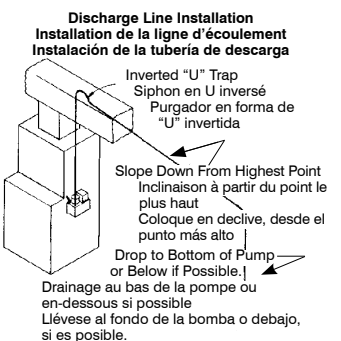

Fig. 3
2. La tubería de descarga debe ser una tubería flexible o tubos de un diámetro interno máximo de 3/18 de pulgada, para evitar un reflujos excesivo a la unidad. Desde la unidad de agua de condensación, extienda la tubería directamente hacia arriba, a la altura que sea necesaria. No tienda esta tubería por encima de la cabeza/GPH del modelo específico que se esté instalando. Desde esta altura, coloque la tubería de descarga en declive ligero, hasta un punto por encima del área de drenaje. Luego, vuélvala hacia abajo y tiéndala hasta un punto que se encuentre aproximadamente al mismo nivel del fondo de la unidad de agua de condensación o por debajo de éste. Esto producirá un efecto de sifón, que incrementará la eficiencia de la unidad de agua de condensación, y en la mayoría de los casos eliminará la necesidad de una válvula de retención. Si no es posible colocar en declive la tubería de descarga, haga un purgador en forma de "U" invertida, directamente sobre la bomba, en el punto más alto (Fig. 3).
2. The outlet piping should be flexible tubing or pipe (3/8" I.D. maximum to prevent excessive flow back to unit). From condensate unit, extend discharge piping straight up as high as necessary (Fig. 3). Do not extend this line above the head/GPH of the particular model being installed. From this high point, slope discharge line down slightly to a point above drain area; then turn down and extend to a point below or approximately level with the bottom of the condensate unit. This will give a syphoning effect which will improve efficiency of the condensate unit and will, in most cases, eliminate the need for a check valve. If it is not possible to slope discharge line down, make an inverted "U" trap directly above the pump at the highest point.
2. Le tuyau d'admission sera un tube souple (L.O. de 3/8 po maximum pour éviter le reflux vers l'appareil). À partir de l'unité d'extraction, étirer verticalement le tuyau d'écoulement jusqu'à la bonne hauteur. Ne pas l'étirer au dessus de la tête/GPH du modèle installé. De ce point haut, incliner légèrement le tuyau d'écoulement vers un point situé au-dessus de lieu d'écoulement; rabattre et étirer jusqu'à un point situé en-dessous ou à peu près au même niveau que le bas du système de condensation ce qui donnera un effet de siphon qui en augmentera l'efficacité et éliminera pratiquement l'installation d'une soupape d'arrêt. S'il n'est pas possible d'incliner le tuyau d'écoulement, faire un branchement en U inversé, à un point situé le plus haut au-dessus de la pompe (Fig. 3).